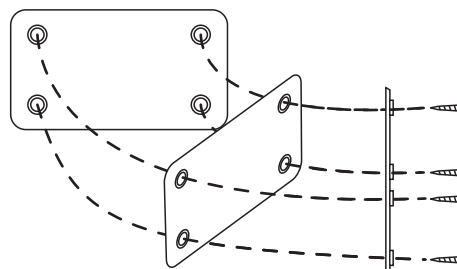

Fig. 2.
- Fixe a placa metálica na parede apertando os parafusos, certificando-se de que a superfície plana está voltada para a parede e que a superfície para a fixação dos parafusos está voltada para fora, conforme Fig. 2.